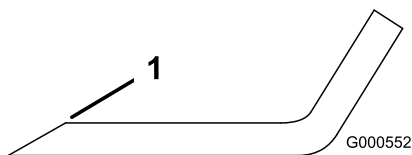

Figura 108
- Utilize uma lima para afiar a aresta de corte em ambas as extremidades da lâmina (Figura 108).
Nota: Se lâmina não estiver equilibrada, lime algum metal da extremidade da aba apenas (Figura 108).